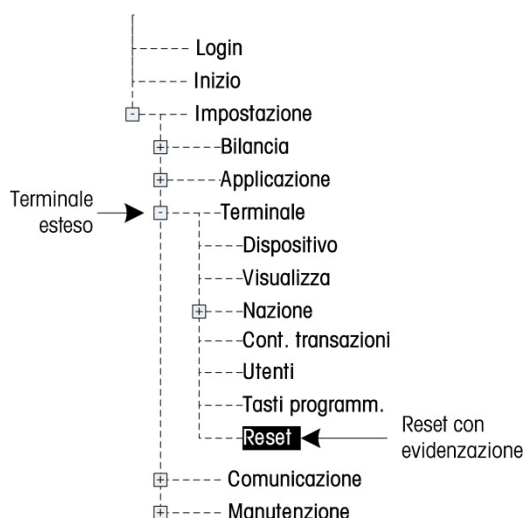

Figura 3-16: Struttura del menu di configurazione: Reimposta
1. Premere il soffkey CONFIGURAZIONE . Viene visualizzata la struttura del menu di configurazione (v. Figura 3-16).